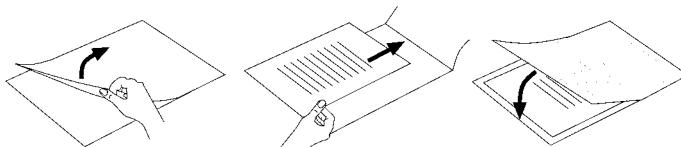

Fig. 2
- Veillez à utiliser un seul film pour la plastification. Commencez d'abord par l'ouvrir, comme indiqué par exemple sur la fig. 2.
- Veillez à utiliser un seul film pour la plastification. Ouvrez tout d'abord ce dernier, comme par exemple indiqué sur la fig. 2.